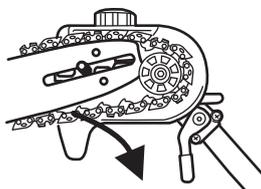

Fig. 26g
- S'assurer que la goupille de tension (D11) est insérée dans le trou inférieur du guide-chaîne (voir Fig. 26g).